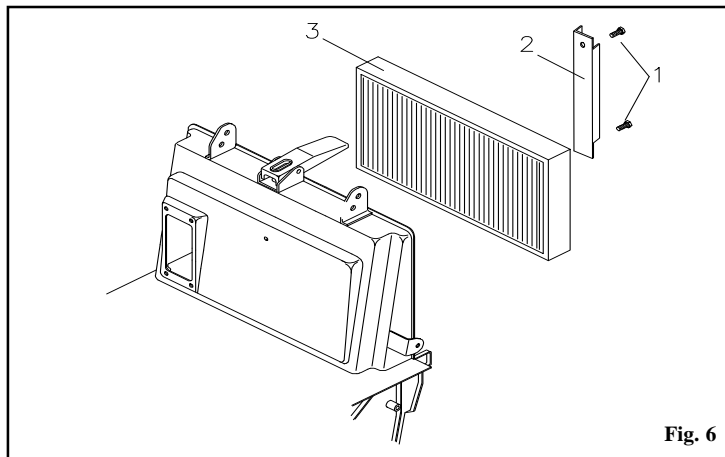

Fig. 6
- Desserrez les deux vis de butée **pos. 1 Fig. 6**.
- Enlevez la butée du filtre **pos. 2 Fig. 6**.
- Enlevez le filtre **pos. 3 Fig. 6** en veillant à ce que le marteau du secoueur de filtre reste soulevé.
- Pour remonter le filtre **pos. 3 Fig. 6** effectuez les opérations en sens inverse.
Pour régler la brosse latérale, desserrez les vis **pos. 1 Fig.6/A** et positionnez manuellement la brosse le long des trous, à la hauteur souhaitée. Une fois que vous avez défini la hauteur, resserrez les deux vis.
Réglage 505ST - 705ET - 705ST (Fig.6/A)
Pour régler la brosse centrale, enlevez le capot supérieur et agissez sur la poignée de réglage (**pos. 2 Fig. 6/A**) desserrez d'abord le collier de butée (**pos. 3 Fig. 6/A**) et tournez la poignée dans la direction souhaitée (dans le sens des aiguilles d'une montre, la pression augmente). Si vous soulevez la poignée, vous pouvez la faire tourner à vide et la positionner de manière qu'elle ne gêne pas la fermeture du capot supérieur.
Réglage 505ET (Fig. 6/B)
Pour régler la brosse centrale, enlevez le capot supérieur, desserrez la bague d'arrêt **pos. 4 Fig. 6/A** et tournez la poignée **pos. 5 Fig. 6/B** dans le sens **contraire aux aiguilles d'une montre** pour augmenter la pression. Une fois la brosse réglée, bloquez de nouveau la bague d'arrêt.